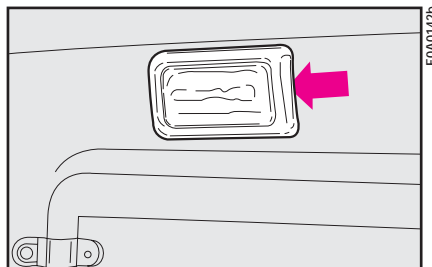

рис. 35
1) Надавив отверткой в точке, указанной стрелкой на **рис. 35**, извлеките плафон.